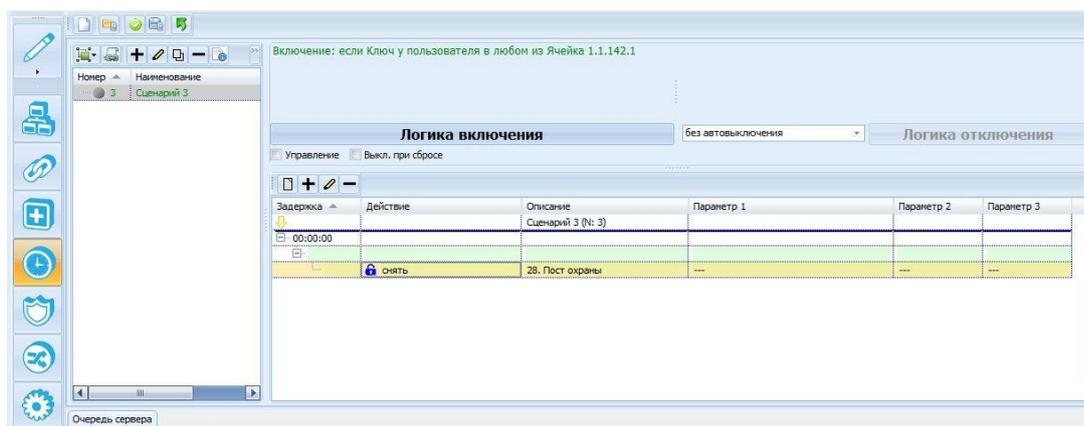

Рисунок 5.24
– Для этого настроить его логику включения по состоянию «Ключ у пользователя» в выбранной ячейке ключницы. В логике отключения сценария выбрать – без автовыключения (рисунок 5.24).